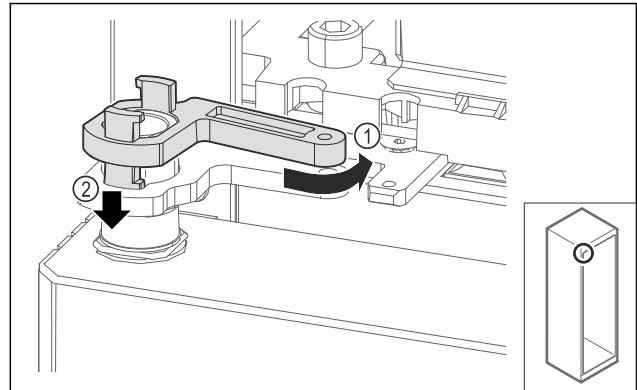

Fig. 71
- Šiek tiek pasukite atgal atraminės gembės fiksatorių Fig. 71 (1), paspauskite žemyn Fig. 71 (2) ir užfiksukite šarnyriniame kampuotyje.